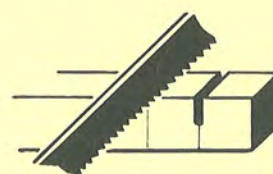

Fig. 4
- e) *della lama*: un poco inclinata in avanti (fig. 4).